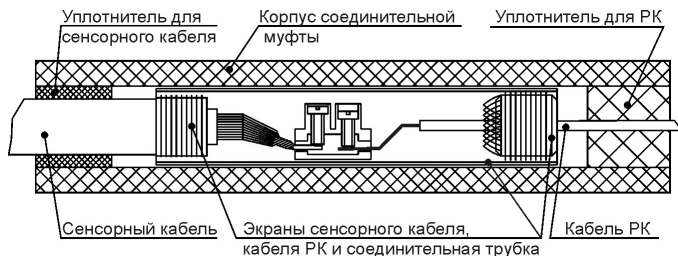

Рисунок 5 – Подключение кабелей в переходной и соединительной муфтах
• Подсоединение кабелей в переходной муфте (Рисунок 5)